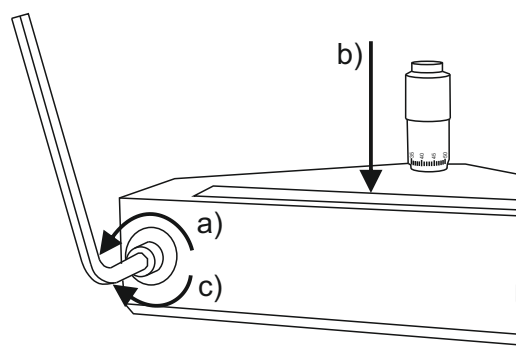

Figure 2
- 3 A l'aide de la clé hexagonale de 4 mm (livrée avec l'instrument), dévissez les deux vis hexagonales, pressez fermement la lame contre la surface plane, puis resserrez les deux vis en tournant dans le sens des aiguilles d'une montre (Figure 2).